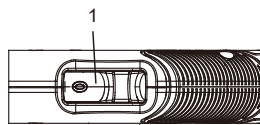

Fig. 7
Pour mettre le souffleur en marche, glissez l'interrupteur marche-arrêt (1) vers l'avant (Fig. 7). Pour arrêter le souffleur, glissez l'interrupteur marche-arrêt vers l'arrière de l'outil.